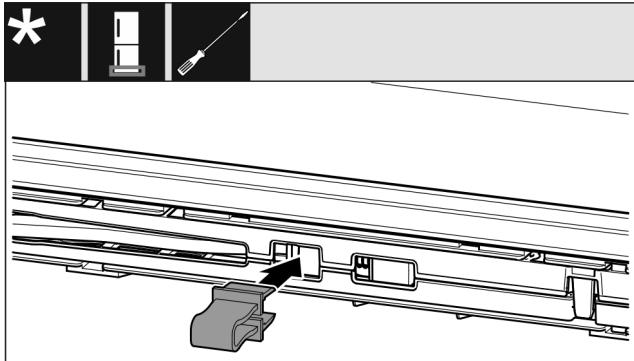

Fig. 14
- Pojistku nechte zapadnout do otvoru Fig. 14 () .